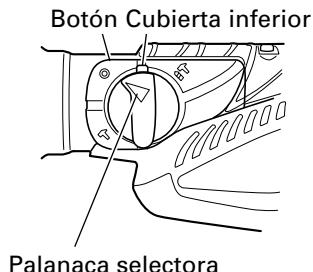

Fig. 8
- Apriete el botón, desbloquee la palanca selectora y gírela. Alinee la marca  $\blacktriangle$  de la palanca selectora y  $\circ$  del sujetador de palanca, tal como se muestra en la Fig. 8.